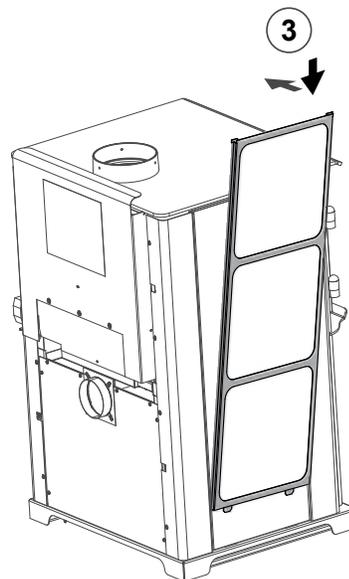

Figure 17.5
3. Fixez à nouveau le cadre des tuiles (Figure 17.5).